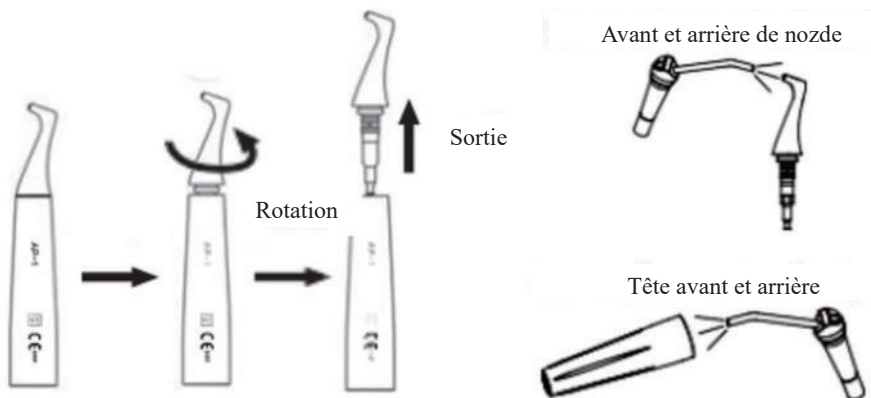

Figure 7 Schéma de nettoyage de la tête
2.4.1.1 Retirer la tête de polissage de l'air, desserrer la tête et retirer la tête (pour la tête subgingivale, retirer la buse à l'avance), comme le montre la figure 7.